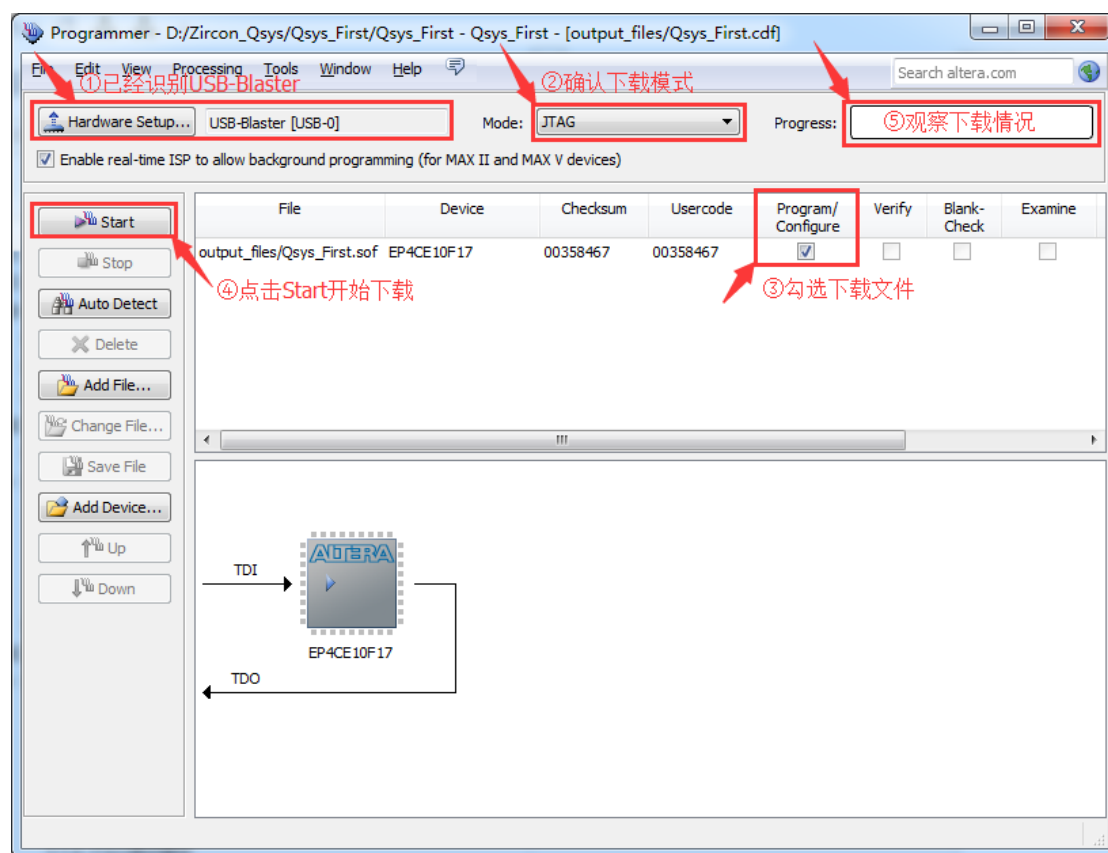

图 2.49 设备连接完成下载图
- (3) 打开配置文件 (Qsys_First.sof), 确认下载模式, 确保 Program/Configure 下的方框选中, 最后点击【Start】按钮, 开始使用配置文件对 FPGA 进行配置, Progress 栏显示配置进度, 如图 2.49 所示。